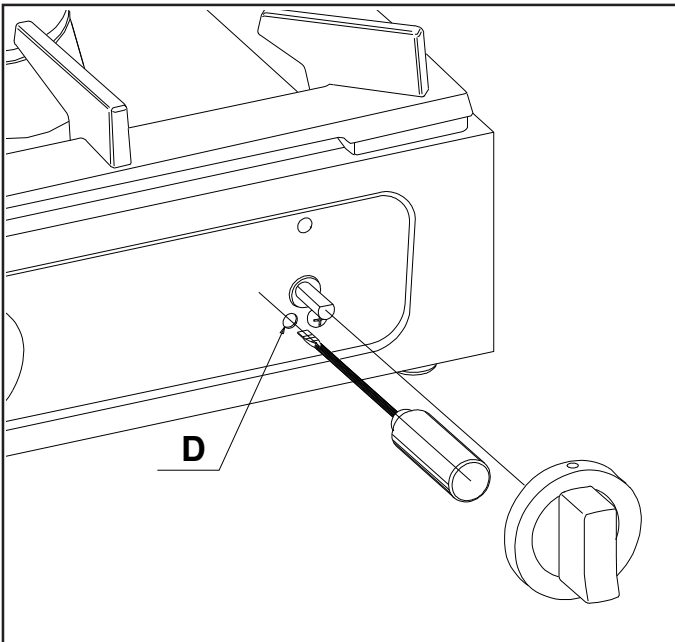

ABB. 3
4.1.2 EINSTELLUNG DER KLEINTEILUNGEN (Abb. 3)